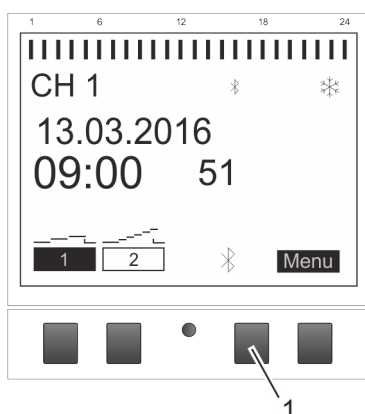

Fig. 7: Establecer la conexión por Bluetooth en el interruptor horario de carril DIN
1. Pulse el botón de Bluetooth (Fig. 7/1) del interruptor horario de carril DIN.